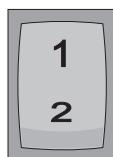

Fig. 2
För att anpassa mängden bränsle på högre höjder monteras en andra pump (Fig. 1-4) parallellt med den vanliga pumpen. Denna pump pumpar inte lika mycket bränsle (har ett lägre volymflöde). Via en omkopplare (Fig. 2) inuti fordonet kan man växla mellan de båda pumparna.
- Ställ in omkopplaren (Fig. 2) på läge 1. Värmaren kan användas på höjder upp till 1500 m.
- Ställ in omkopplaren (Fig. 2) på läge 2. Värmaren kan användas på höjder från 1500 m upp till 2750 m.